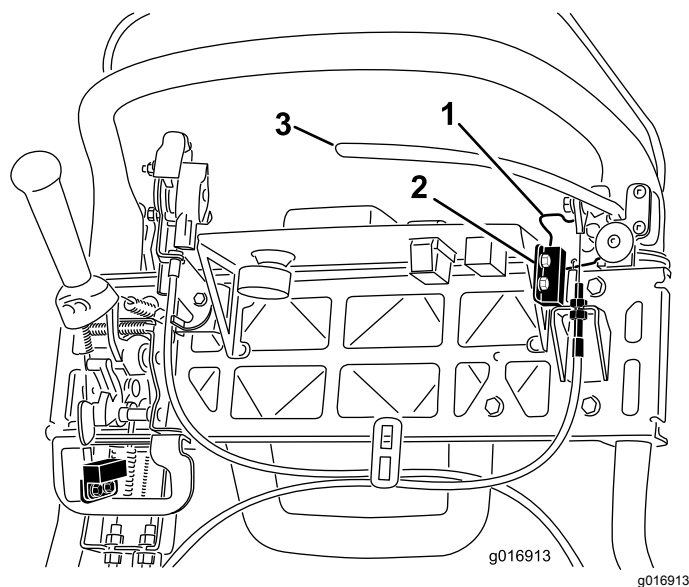

Figura 45
4. Allentate e rimuovete gli elementi di fissaggio del microinterruttore di sicurezza (Figura 45).
5. Posizionate uno spessore di 1,6 mm tra il fermo del freno di stazionamento e il microinterruttore di sicurezza (Figura 45).
4. Per aumentare la tensione del cavo, allentate il controdado del cavo superiore e serrate il controdado del cavo inferiore (Figura 45) fino a quando non è necessaria una forza di 156 N sulla maniglia della leva per rilasciare il fermo del freno di stazionamento.